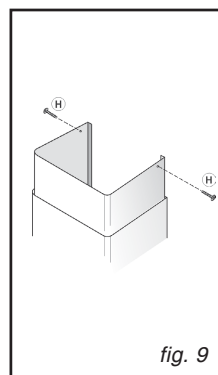

fig. 9
- Introduire la cheminée en la posant sur la hotte; soulever la cheminée supérieure jusqu'au plafond et la fixer à l'aide des 2 vis (H) - Fig. 9.